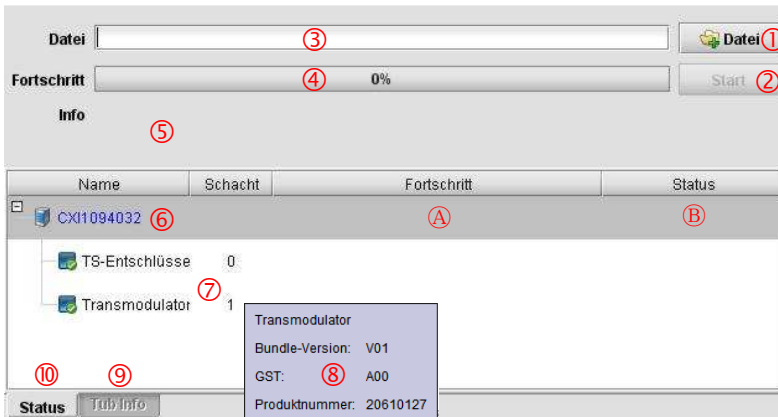

Abb. 7-7: Fenster **Firmware-Aktualisierung**, Reiter **Status**
- Das Fenster **Firmware-Aktualisierung** erscheint (Abb. 7-7).
- 3) Drücken Sie **Datei** ① (Abb. 7-7) und wählen die Firmware-Datei ***.kub**.
- Der Dateiname erscheint in ③.
- 4) Die Quick-Info ⑧ enthält Versions-Informationen zur Kopfstelle ⑥ und seinen Komponenten ⑦.
- 5) Schalten Sie mit den Reitern **Status** ⑩ und **Kub Info** ⑨ zwischen den Versions-Informationen der Online-Anlage und der heruntergeladenen Firmware-Datei um.
- 6) Drücken Sie **Start** ②.
- Der Fortschritt der Installation und Informationen zum Verlauf werden in ④ und ⑤ und in den Spalten ① und ② angezeigt.
- Die Installation kann mit ② abgebrochen werden.